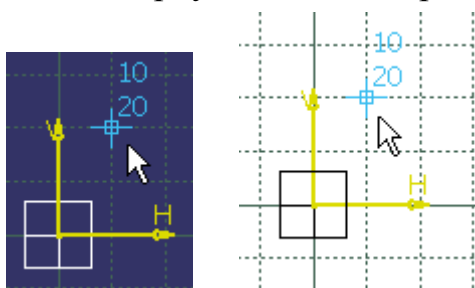

Рис. 40
- 1) 3D графічне вікно і курсор **SmartPick** (Рис. 40).